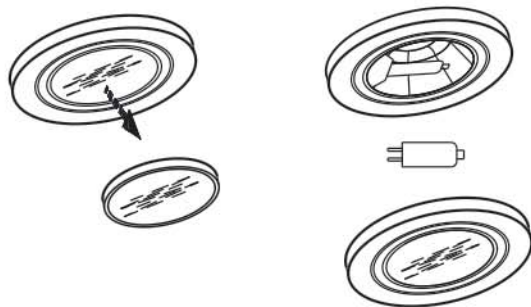

РИС. 14
8.6.2 Замена галогенной лампы (рис. 14):